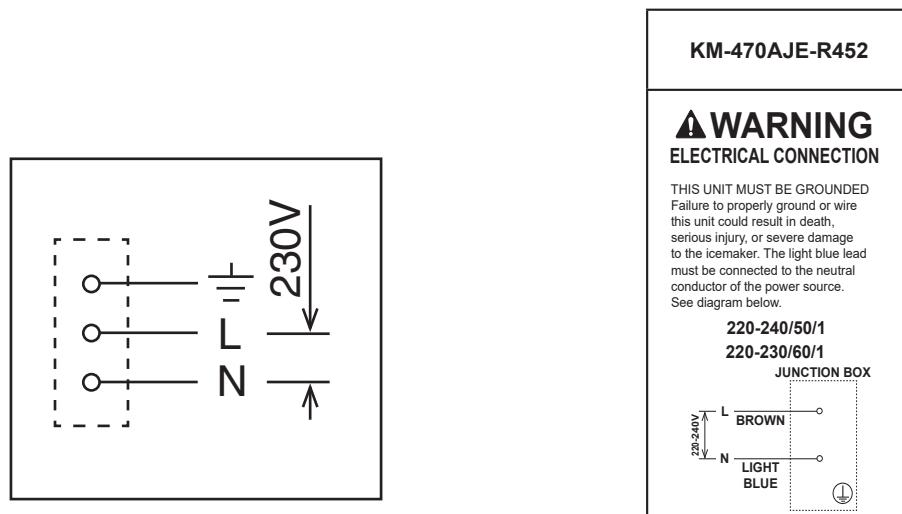

Fig. 4
- Il collegamento elettrico deve essere effettuato in conformità alle istruzioni riportate sulla targhetta "AVVERTENZA", fornita con i cavi pigtail nella scatola di giunzione. Vedere Fig. 4.